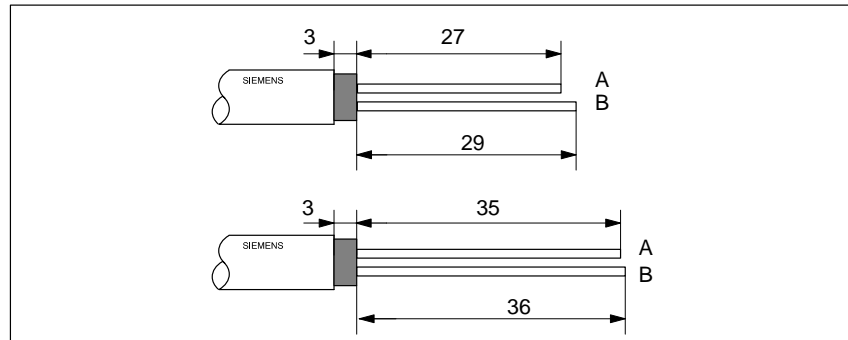

Bild 3-11 Länge der Abisolierungen für Busanschlußstecker (6ES7 972-0BA30 ...)
1. Isolieren Sie das Buskabel gemäß Bild 3-11 ab.